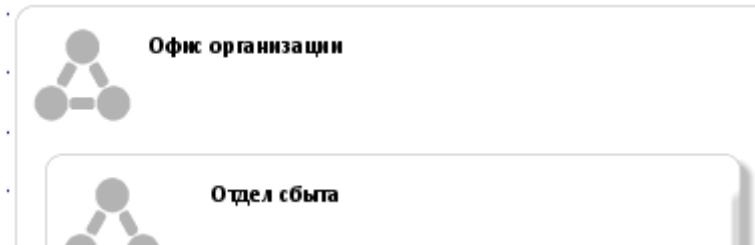

Рисунок 4.4
3. Изменить размер добавленного объекта, увеличив его до размера экрана монитора, поместить в область объекта «Офис организации» новый объект «Network» и ввести название «Отдел сбыта» (рисунок 4.4).